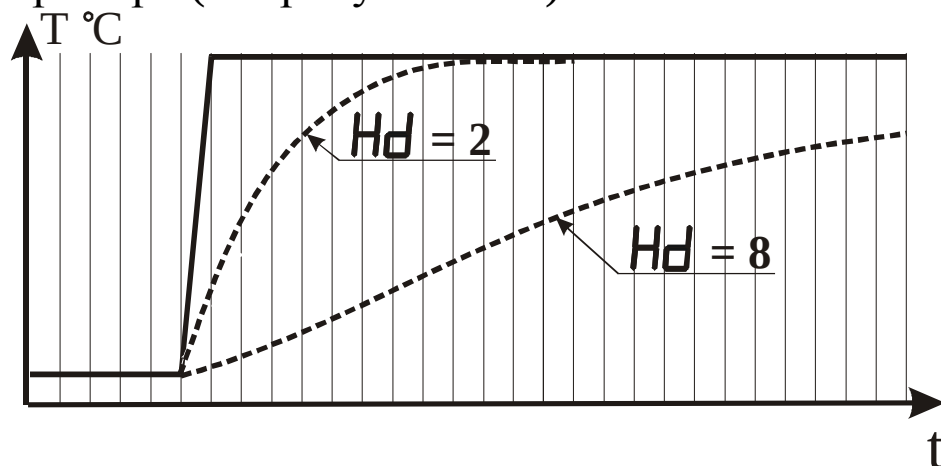

Рисунок 3.17 - Влияние параметра “Время усреднения” на показания прибора при различных значениях параметра Hd
3.3.3.9 Параметр “Время усреднения” указывают в количестве периодов опроса входного датчика ($N_{\text{опр.}}$). Этот параметр позволяет добиться более плавного изменения показаний прибора. Для этого производится вычисление среднего арифметического из последних ($N_{\text{опр.}}$) измерений. При значении параметра равном 0 интегратор выключен. Уменьшение значения времени усреднения приводит к более быстрой реакции прибора на скачкообразные изменения измеряемого параметра, но снижает помехозащищенность прибора (см. рисунок 3.17).